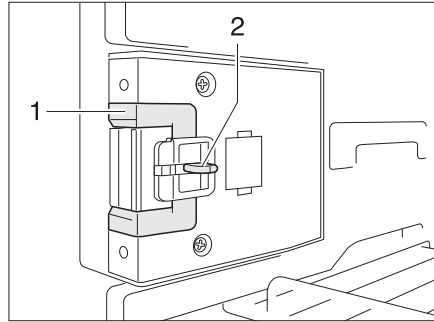
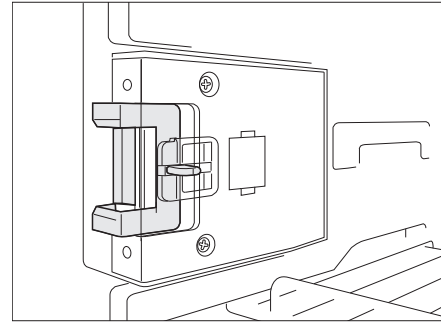

Bild 248 Verschlusseinrichtung in Normalstellung
Bild 249 Verschlusseinrichtung in Lüftungsstellung
- Die Entriegelung (Bild 248,2) eindrücken.
- Die Verschlusseinrichtung (Bild 248,1) nach vorn schieben (Bild 249).